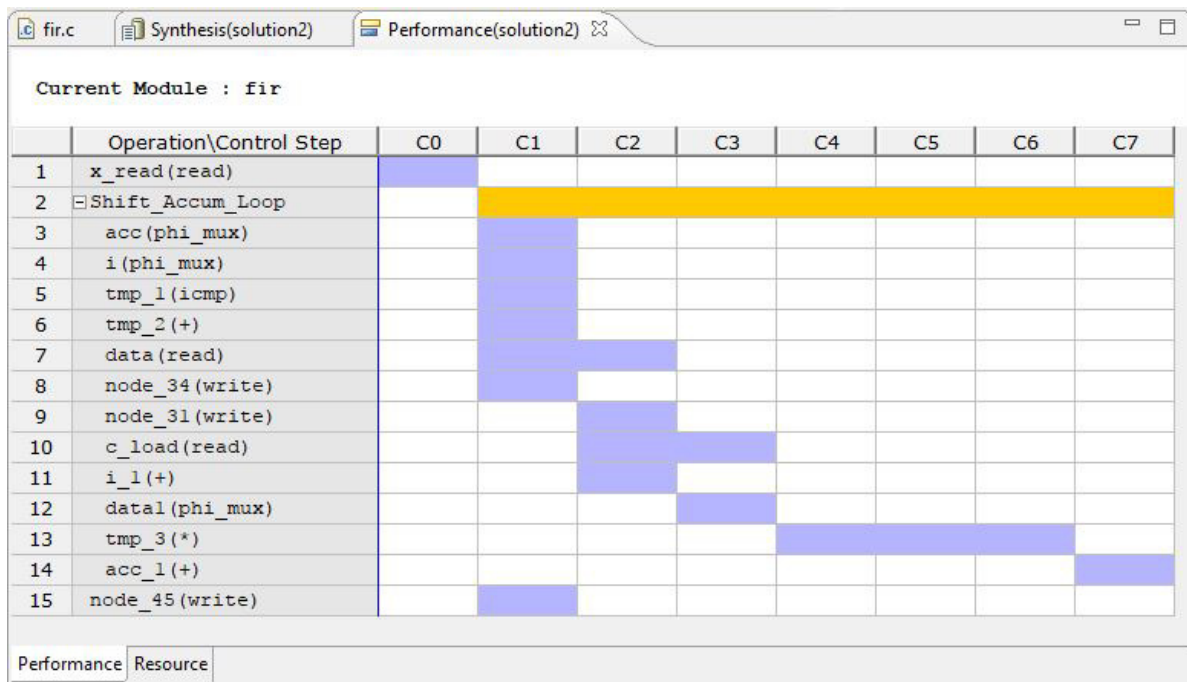

Abbildung 19: Performance Fenster
- Bevor wir das Design optimieren können, müssen wir es zunächst analysieren. Öffnen Sie die *Analysis Perspective* (rechts oben). Mit der *Analysis Perspective* kann die Performance und der Ressourcenbedarf untersucht werden. Das kleine Fenster links oben dient der Navigation, im kleinen Fenster darunter findet man dann eine Übersicht über die Performance und die Ressourcen. Im Information Pane finden Sie für die Analyse der Performance eine Darstellung wie in Abbildung 19, mit der wir uns in der Folge etwas näher auseinandersetzen möchten. Klappen Sie hierzu *Shift\_Accum\_Loop* auf, so dass Sie die Ansicht wie Abbildung 19 haben.
- In der linken Spalte von Abbildung 19 sind die Operationen in diesem Modul zu sehen (das Modul ist hier das Design *fir*), welche im RTL-Code vorhanden sind. Wenn Sie mit der rechten Maustaste auf den zugehörigen Balken im Diagramm klicken, dann erhalten Sie die Kreuzreferenz zum C-Quellcode. In der obersten Zeile (Control Step) sind die Zustände zu sehen, die das „Scheduling“ darstellen und damit zeigen, wann welche Operation ausgeführt wird. Dies entspricht im Wesentlichen auch den Zuständen einer internen FSM („Finite State Machine“) und damit letztlich auch den Taktzyklen.